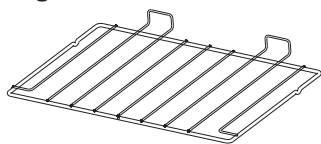

Fig. 2.17
- 1 drop shelf (**Fig. 2.17**)